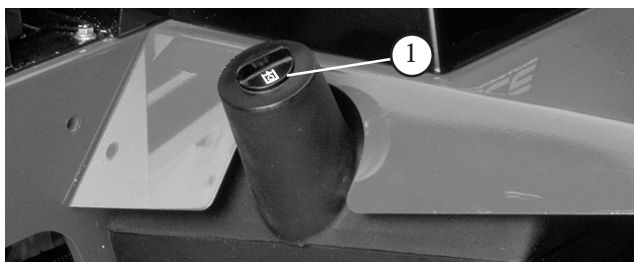

図 19
2. 油圧タンクの補給口の周辺をきれいに拭く (図19)。給油口からキャップを取る。